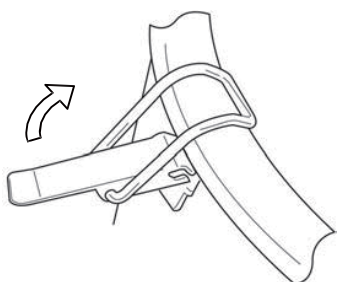

Fig.1
- 1) Déverrouillez les pinces de fermeture (8) sur le réservoir et retirez le couvercle (1) (**fig. 1**).